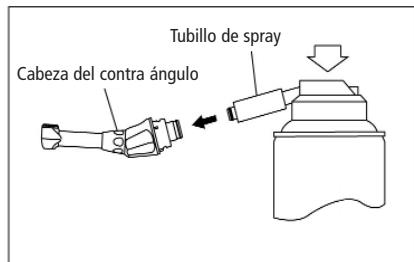

Fig. 12
2. Introduzca el tubillo de spray en la parte trasera del contra ángulo y lubrique así la cabeza durante 2 a 3 segundos (Fig. 12)